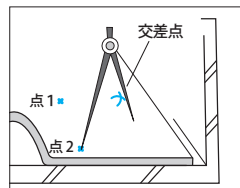

図9
- ③印を付けた2点を中心として交差する点に印を付けます。(図9)